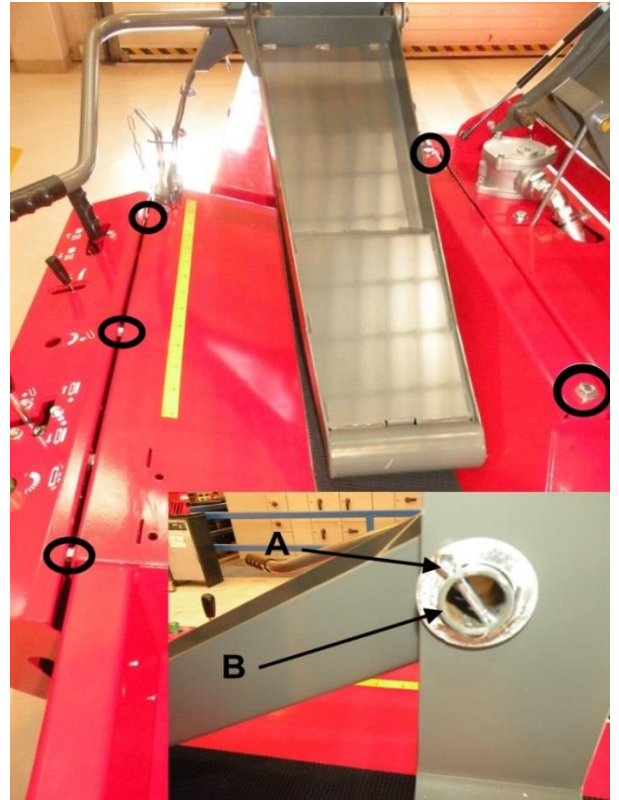

Abb. 17
2. Entfernen Sie den Raststift **A** des Bolzens des Holzniederhalters, Abb. 17 sowie den Bolzen **B**. Entfernen Sie den gesamten Holzniederhalter sowie die Befestigungsstifte (5 Stück) und entfernen Sie die Schutzvorrichtung.